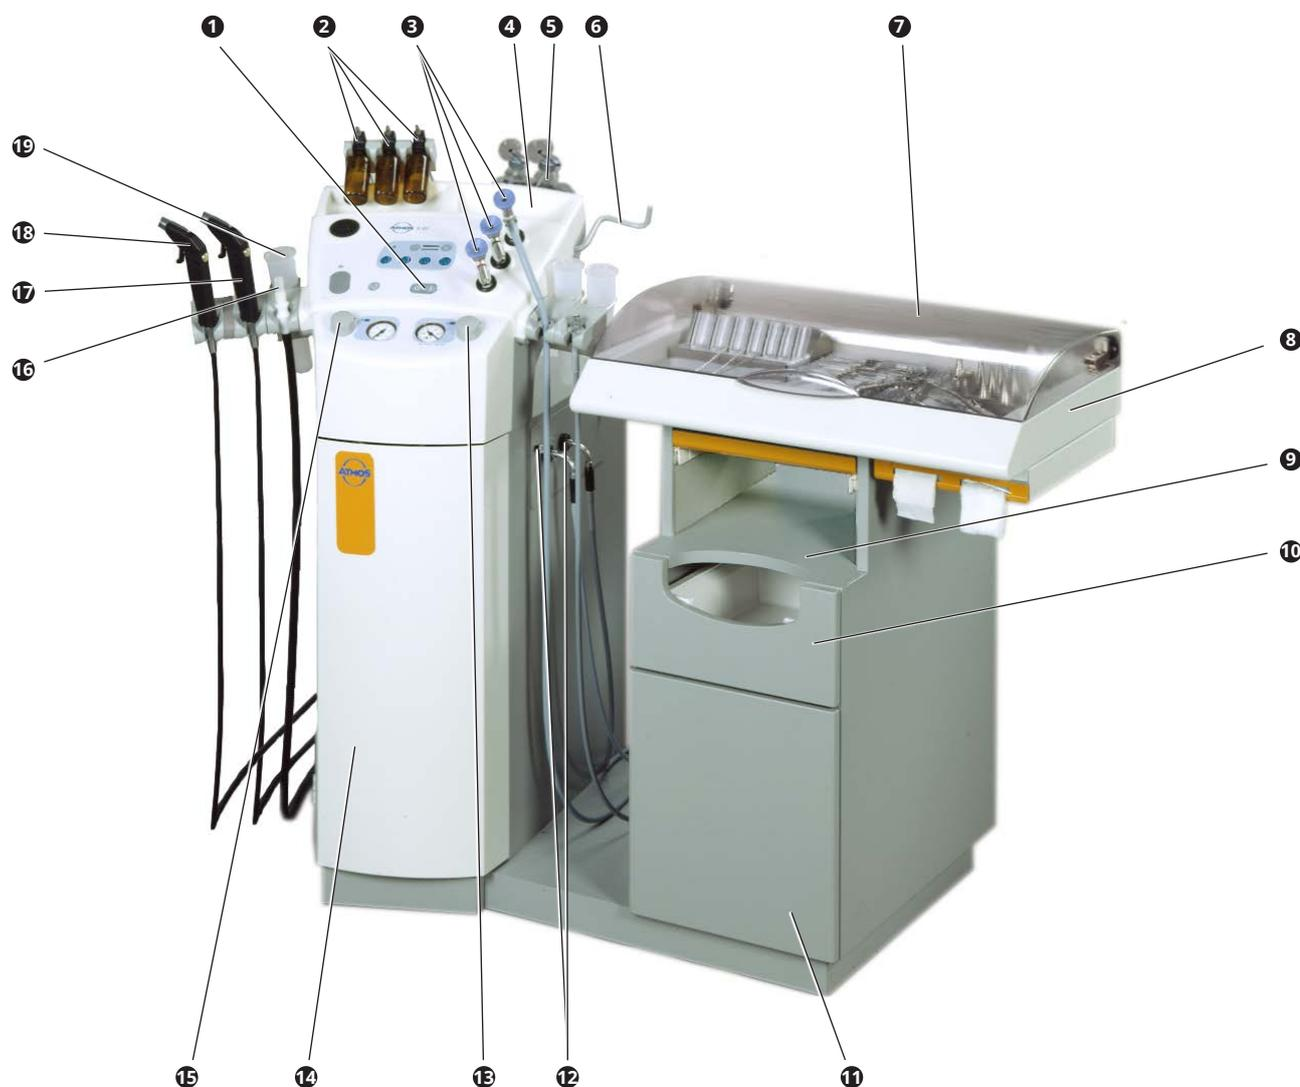

Fig. 1. ATMOS C 21 / C 31 Vue frontale
- La mise en service de l'ATMOS C 21/C 31 se fait par l'intermédiaire d'un interrupteur général (❶, fig. 1, page 8).